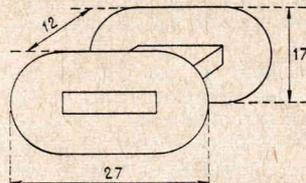

FIG. 6. — Carcasse de la bobine.
2. Bobinage (Fig. 6) : Enrouler serré sur la pièce A, plusieurs tours de papier kraft gommé (voir librairie) préalablement mouillé. Laisser sécher. Préparer 2 joues en carton mince très raide ou en bakélite 5/10. Le noyau étant sec, le sortir de A et couper avec pré-